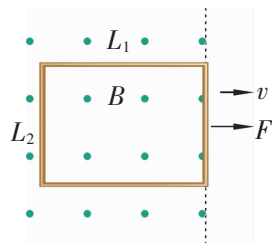

图 1-6
6. 如图 1-6 所示, 长为  $L_1$ 、宽为  $L_2$  的矩形线圈, 电阻为  $R$ , 处于磁感应强度为  $B$  的匀强磁场边缘, 磁场方向垂直于纸面向外, 线圈与磁感线垂直. 在将线圈以向右的速度  $v$  匀速拉出磁场的过程中, 求: